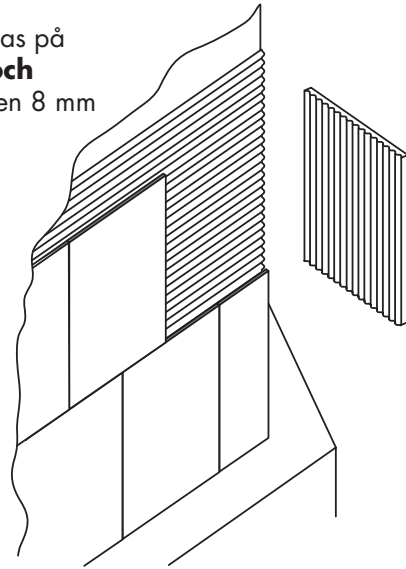

Bild 3
- Se till att få rak kaklad bakkant mot vägg. (**Bild 3** sid 21)
- 8–12 Börja från mitten och gå ut mot sidorna. **Se till att hålla bakanten och de markerade linjerna fortsatt raka hela vägen (Bild 3 och 4 sid 21).**
För in **stålplattan** lodrätt och över kassetten. Vänd den horisontellt och dra tillbaka den så att den ligger an mot "pannbenet" och samtidigt kilas in i mellanrummet mellan kassetten och stommen enligt bild 3 och 4.